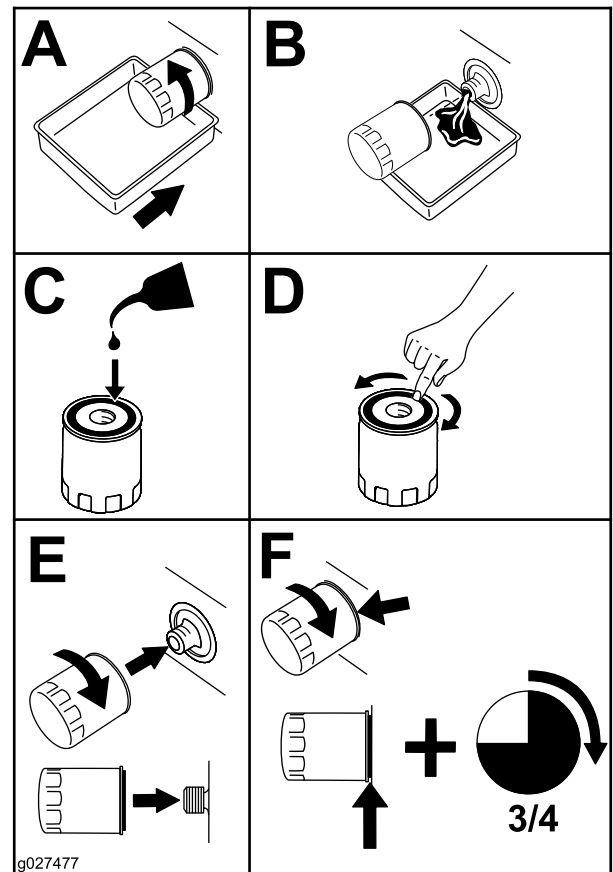

Bild 44
5. Wechseln Sie den Motorölfilter (**Bild 44**).